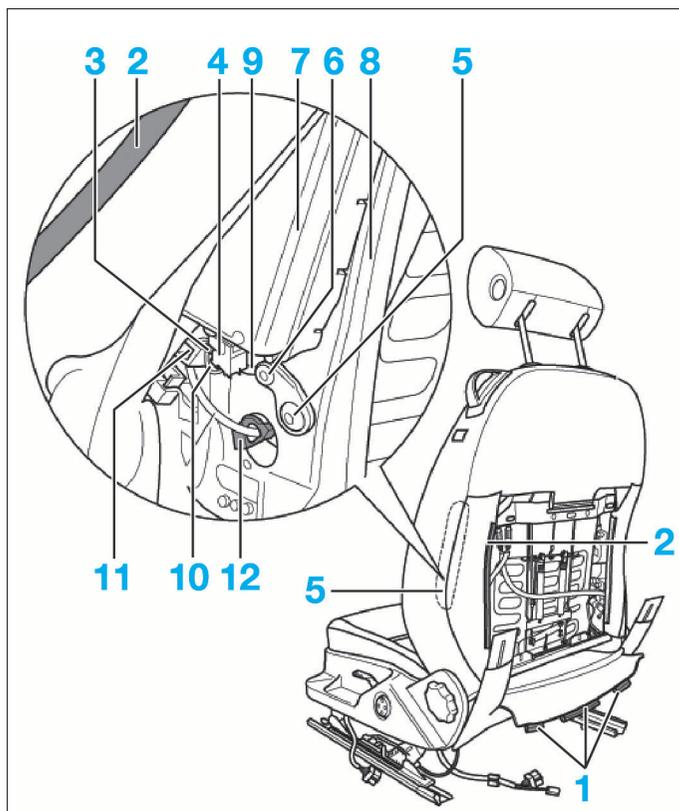

FIG. 16
- Extraire les baguettes inférieures (1) en faisant levier à l'aide d'un tournevis (Fig.16).